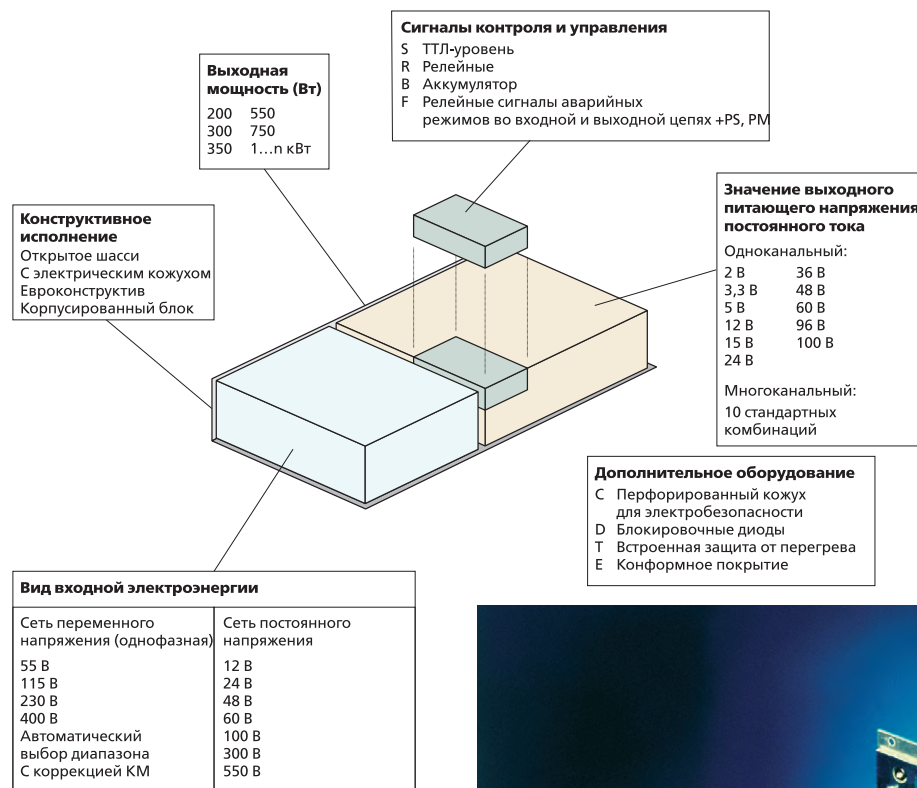
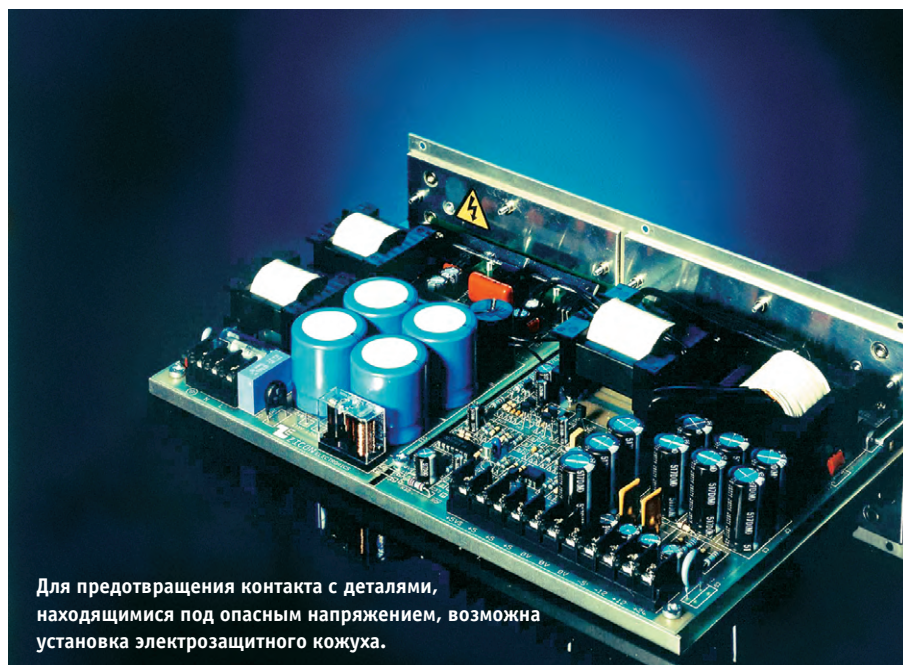

Рис. 2. Варианты ИВЭП, реализуемые в пределах серии «Z»
Рис. 3. Конструкция ИВЭП открытого типа серии ZX350
Модульный принцип построения и гибкость, обеспечиваемая этим подходом, проиллюстрированы рис. 2. Конструкция ИВЭП типа «открытое шасси» серии ZX350 показана на рис. 3.
- серия «Z» — универсальное конструктивное решение, предлагающее множество вариантов в пределах серии (рис. 2);